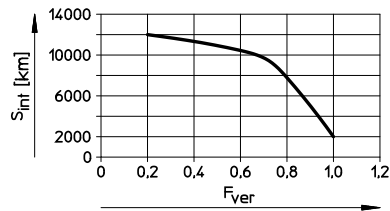

Fig. 16 Интервал смазывания
- Определите интервал смазки  $S_{int}$  → Fig.16.